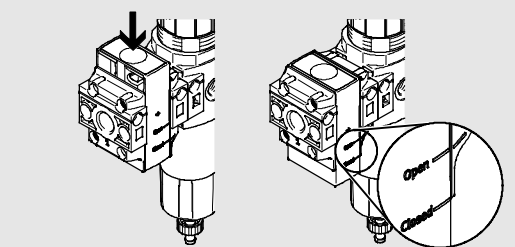

Рис. 3 / Fig. 3
- Прижмите шиберный затвор клапана включения сброса вниз, пока не будет достигнуто положение “Open” (→ рис. 3).